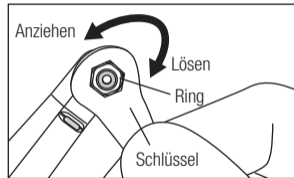

Abb. 10
- 1) Den Ring lösen und den Antrieb abnehmen. (Abb.10)